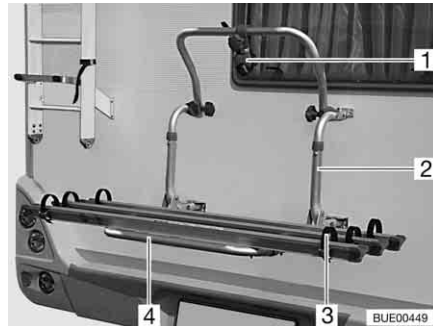

Bild 5 Fahrradträger, nicht absenkbar
Mit dem Fahrradträger (Bild 5,2) können 2 Fahrräder bequem transportiert werden. Eine Erweiterung auf 3 Fahrräder ist möglich.
- Teleskopschwenkbügel (Bild 5,4) nach unten klappen.
- Fahrräder aufsetzen und mit Quick-Riemen (Bild 5,3) verzurren.
- Abstandshalter (Bild 5,1) am Rahmen des äußeren Fahrrades befestigen.